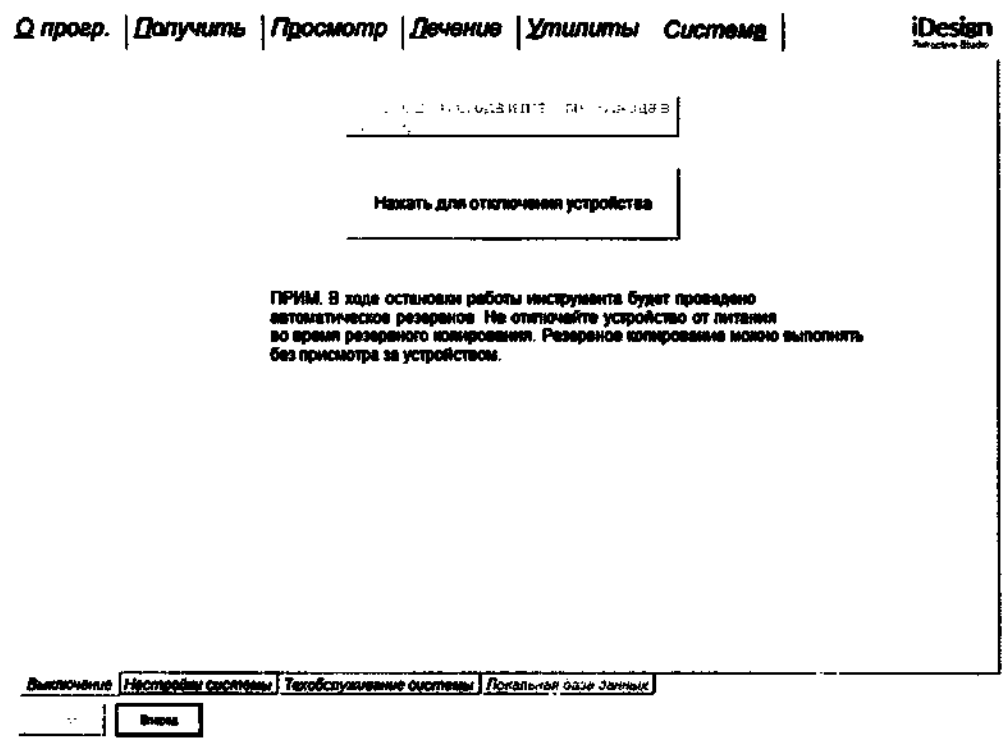

Рис. 18-1 — Экран выключения системы
1. Выберите вкладку Система. На экране откроется вложенная вкладка «Выключение» (см. Рис. 18-1).
На Рис. 18-1 показан пример системы *IDESIGN®* Refractive Studio, которая не подсоединена беспроводным способом к другим совместимым устройствам. Дополнительные функции могут появляться, когда система беспроводным способом подсоединена к совместимым устройствам. Инструкции по применению системы с другими совместимыми устройствами см. в соответствующем руководстве оператора.